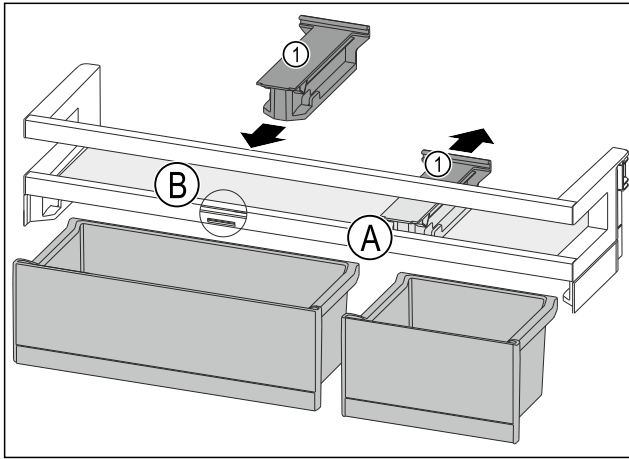

Fig. 162
- ▶ Кріпильний елемент Fig. 162 (1) у положенні Fig. 162 (A) витягніть рухом донизу.
- ▶ Кріпильний елемент Fig. 162 (1) вставте у положення Fig. 162 (B).